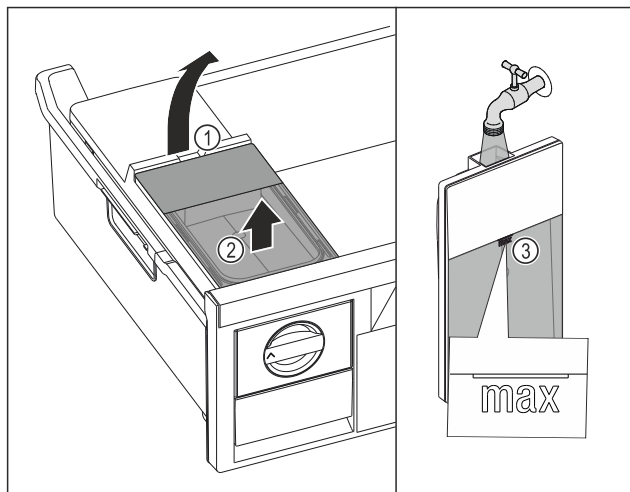

Fig. 213
- Dvignite rezervoar za vodo dvignite za izrez Fig. 213 (1).
- Rezervoar za vodo odstranite v smeri navzgor. Fig. 213 (2)
- Rezervoar za vodo napolnite s pitno vodo do oznake Fig. 213 (3).